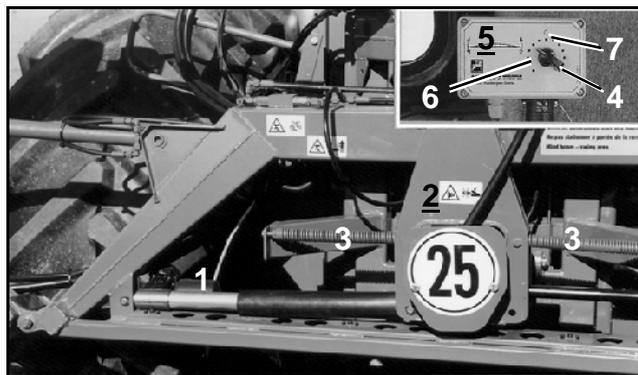
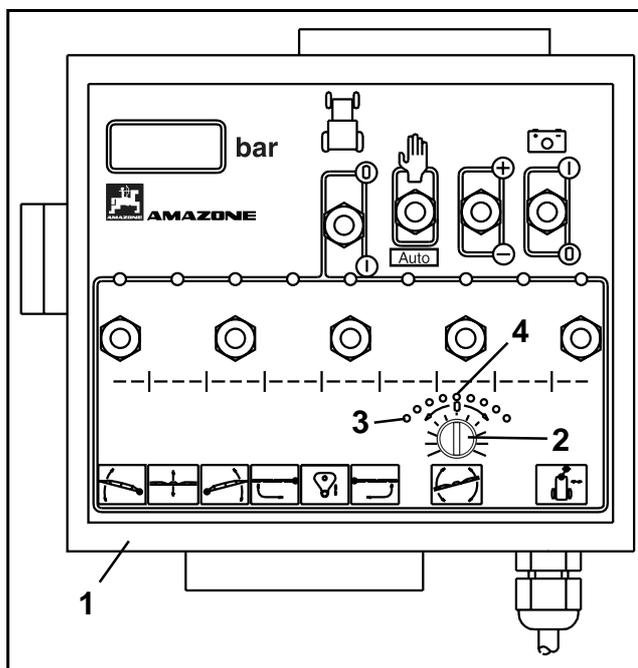

Fig. 8.62
Fig. 8.63
- Para la regulación de la inclinación del varillaje desplegado girar correspondientemente el botón rotativo (Fig. 8.62/4 o bien Fig. 8.63/2). Los puntos individuales de la escala representan cada uno un determinado ángulo de inclinación del varillaje.